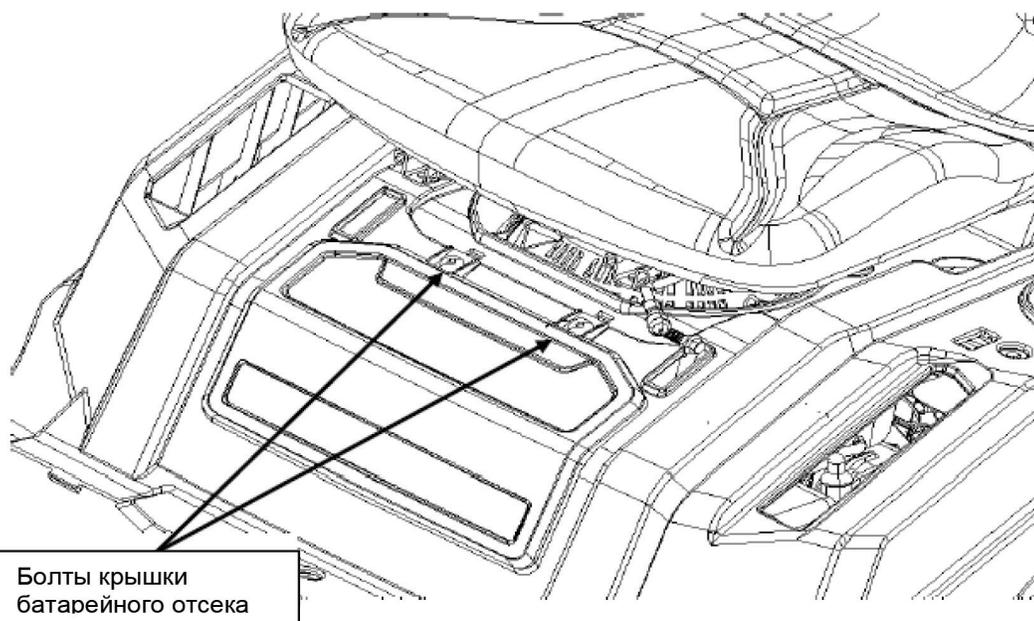

Рис. 15
2. Выверните 2 болта крепления крышки батарейного отсека, а затем снимите крышку батарейного отсека (рис. 15).